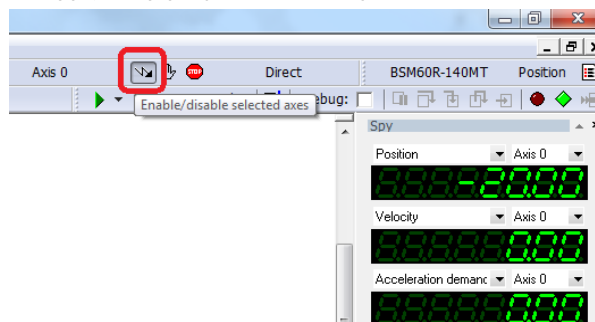

图3-18 使能/去使能传动设备
- 使能驱动器：如图3-18所示，可点击窗口右上方“ Enable/disable selectedaxes” 按钮，也可如图3-19所示，在输入命令窗口输入DRIVEENABLE(0)=1，